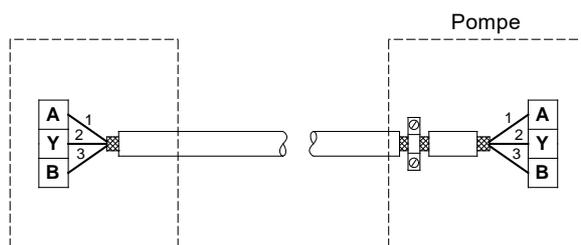

Fig. 12 Connexion avec câble blindé 3 conducteurs
- Si l'unité n'a pas de presse-étoupe comme indiqué à la fig. 12, le blindage est laissé déconnecté à son extrémité.